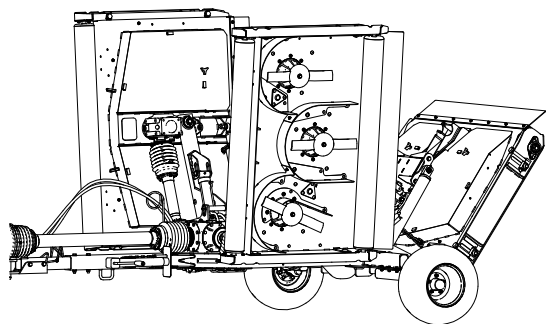

Figura 69
2. Levante e tranque as plataformas do cortador, desligue o motor e retire a chave (Figura 69).